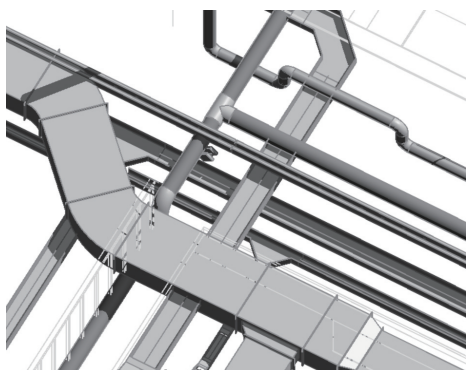
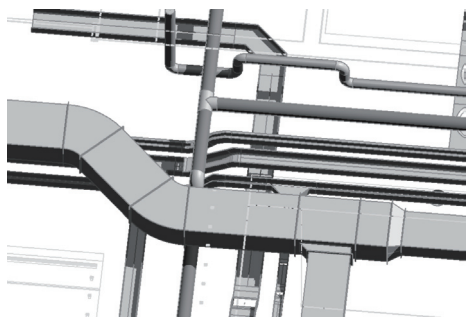

图1 各专业管线综合前
图2 各专业管线综合后
1) 各专业之间的管线综合。在Autodesk Revit三维图中，各专业管线较直观，设计者能够将各专业间互相交错的管道排列得比较整齐美观，而且避免项目在施工时二次返工。各专业管线综合前设计图如图1所示。各专业管线综合后设计图如图2所示。